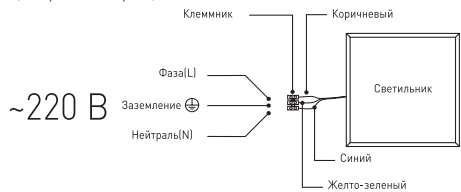

Рис.1. Схема подключения светильника к сети 220В.
3.3.2. Этот провод необходимо подключить к проводу источника питания с помощью внешнего клемника (в комплект не входит) в соответствии со схемой, изображенной на рис.1;